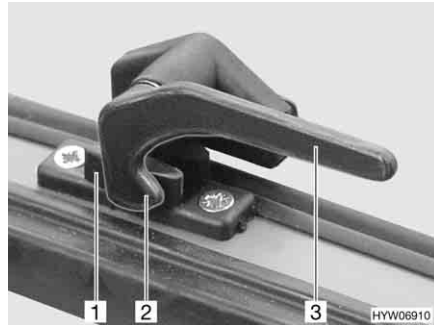

Bild 47 Verriegelungshebel in Stellung "geschlossen"
- Den Verriegelungshebel (Bild 47,3) eine viertel Umdrehung zur Fenstermitte hin drehen.
- Den Verriegelungshebel (Bild 47,3) eine viertel Umdrehung zum Fensterahmen hin drehen. Die Verriegelungsnase (Bild 47,2) liegt auf der Innenseite der Fensterverriegelung (Bild 47,1).
- in Stellung "fest verschlossen" (Bild 47)